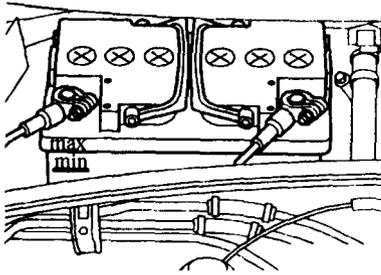

图 1-9 蓄电池液面高度
(1) 检查蓄电池壳体是否损坏。
(2) 检查酸液液面高度。液面应在 min 和 max 标记之间,如需要,补加蒸馏水,加到 max 标记处,如图 1-9 所示。